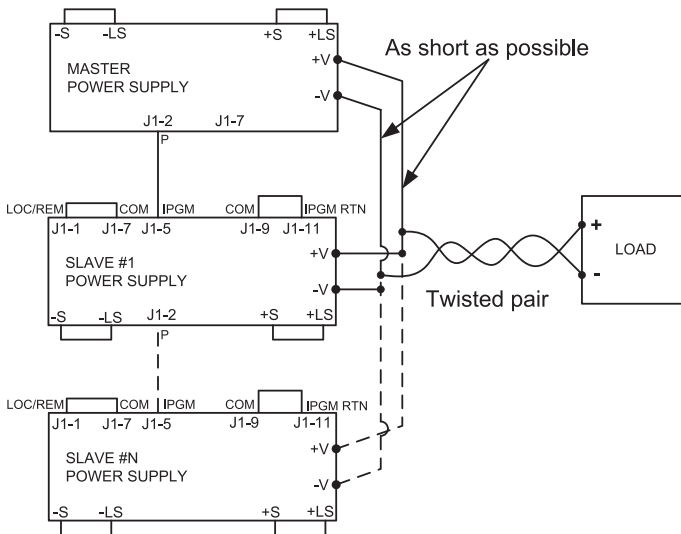
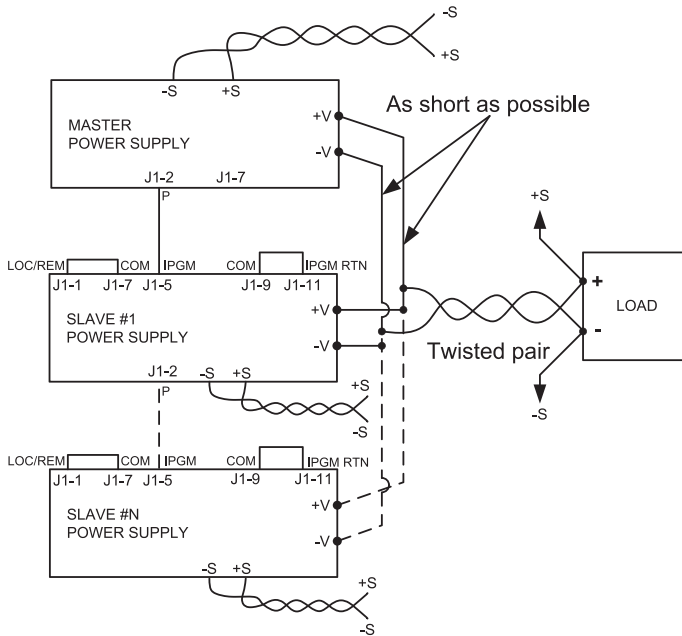

Abb. 5-4: Parallelbetrieb mit Local Sensing
Abb. 5-5: Parallelbetrieb mit Remote Sensing
Während des Betriebes arbeitet das Master-Gerät im CV-Modus und reguliert die Lastspannung gemäß der programmierten Ausgangsspannung. Die Sense-Leitungen wie in Abb. 5-4 oder Abb. 5-5 für Local oder Remote Sensing anschließen. Der vorderseitige Hauptmenü-Parallelmodus sollte auf "H 1" gestellt sein (Werkseinstellung).
5. Verdrahtungshinweise siehe Abb. 5-4: Parallelbetrieb mit Local Sensing oder Abb. 5-5: Parallelbetrieb mit Remote Sensing.
Im Parallelbetrieb können Netzgeräte in Local oder Remote Sensing verbunden werden. Siehe Abb. 5-4 und 5-5 für typische Parallelschaltung von Netzgeräten. Die Abbildungen zeigen eine Verbindung zweier Geräte. Dieselbe Verbindung gilt jedoch für bis zu sechs Geräte.
Während des Betriebes arbeitet das Master-Gerät im CV-Modus und reguliert die Lastspannung gemäss der programmierten Ausgangsspannung. Die Sense-Leitungen wie in Abb. 5-4 oder Abb. 5-5 für Local oder Remote Sensing anschließen.
6. Verdrahtungshinweise siehe Abb. 5-4: Parallelbetrieb mit Local Sensing oder Abb. 5-5: Parallelbetrieb mit Remote Sensing und Abschnitt 5.6: Daisy-Chain-Verbindung.